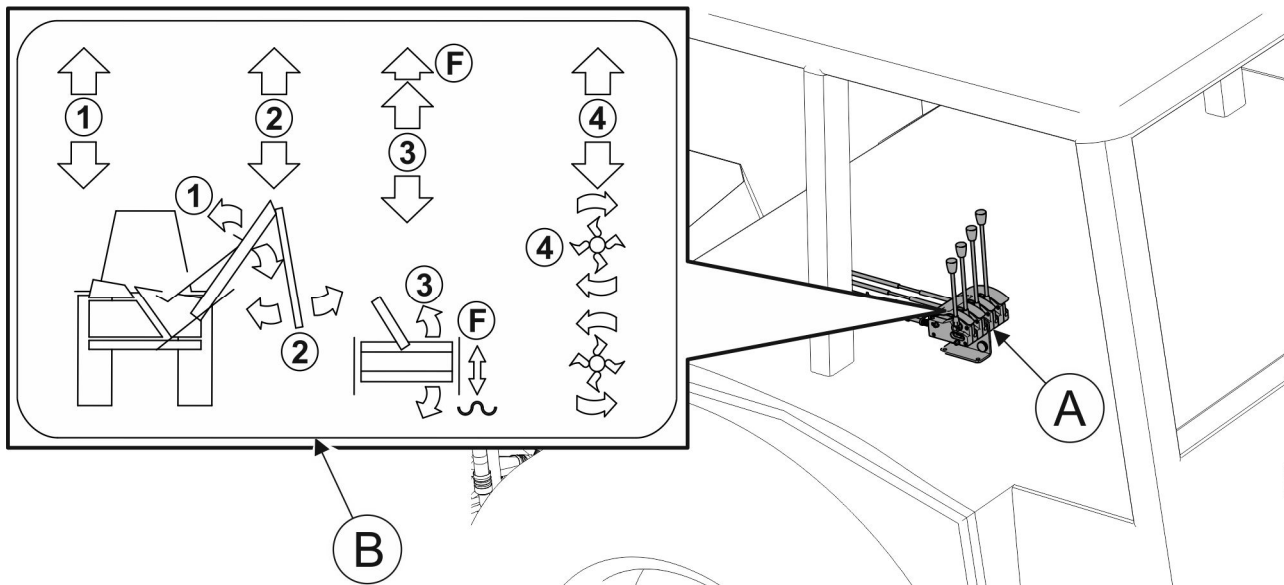

ABBILDUNG 4.3 Steuerung des Auslegers WWT420 / WWT480 innerhalb der Fahrerkabine am Trägerfahrzeug (Schlepper) mit Piktogramm.
- Installieren Sie die Steuerung (A) (ABB. 4.3) des Multifunktionsauslegers WWT420 / WWT480 in der Kabine des Trägerfahrzeugs (Schleppers) in einer Position, die ein freies Bewegen der Steuerhebel vom Fahrersitz aus am Trägerfahrzeug (Schlepper) ermöglicht. Die Steuerung soll stabil so installiert sein, dass sie die geschützte Bauweise des Trägerfahrzeugs (Schleppers) nicht beeinträchtigt.
Die Steuerung der Arme des Multifunktionsauslegers und des Arbeitskopfes erfolgt über die Steuerung innerhalb des Trägerfahrzeugs (Schleppers) (ABB. 4.3).
An der Steuerung befindet sich das Piktogramm mit dem Schema für die Hebelsteuerung (ABB. 4.3). Die einzelnen Funktionen der Steuerhebel sind wie folgt:(ABB. 4.5):